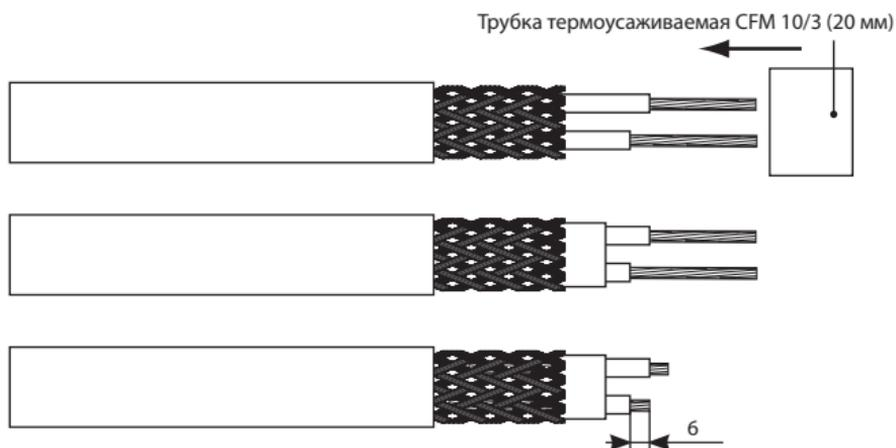
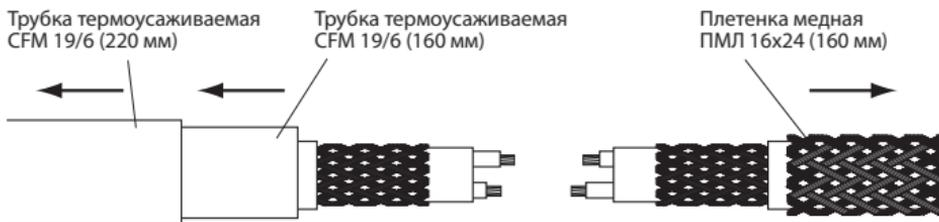

Рис. 4
Рис. 5
5.5. Установить трубки термоусаживаемые (поз. 5 состава комплекта) и усадить с помощью воздушного термопистолета. В промежутке между жилами соединить термоусаживаемую трубку плоскогубцами (рис. 4).
5.6. Обрезать токопроводящие жилы на длине 6 мм от трубки термоусаживаемой (рис. 4). На один из кабелей надеть трубки термоусаживаемые (поз. 7 и 8 состава комплекта) (рис. 5). На другой – плетенку медную (поз. 11 состава комплекта).